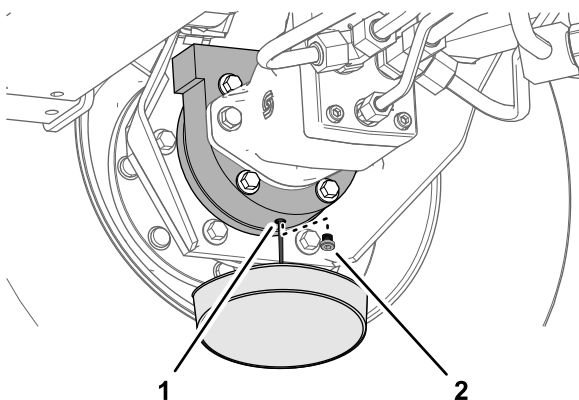

Figure 66
6. Placez un bac de vidange sous le carter de frein, enlevez le bouchon de vidange et vidangez toute l'huile (Figure 66).